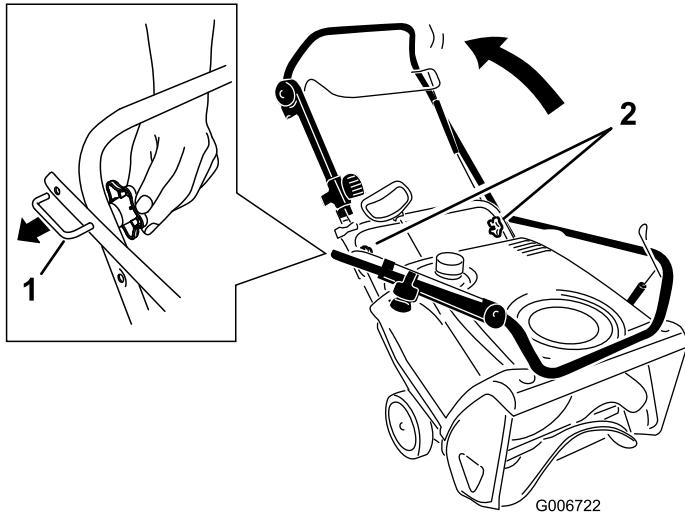

Figure 3
1. Desserrez les boutons du guidon, sortez les dispositifs de blocage en "U" jusqu'à ce que le guidon bouge librement, puis pivotez le guidon en position d'utilisation (Figure 3).